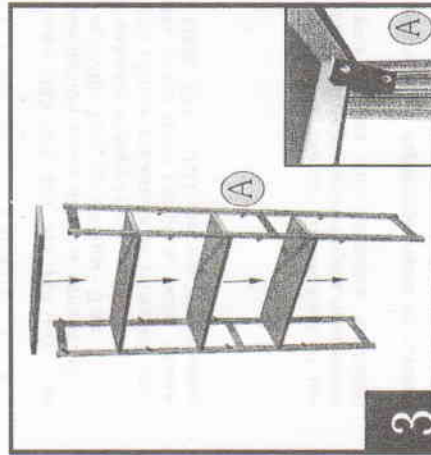

Рис.3 Установка полок
3. Установите спаренные стойки на расстоянии 700мм, 1000мм (в зависимости от типоразмера полок) кронштейнами друг к другу, опустите одну сторону полки на кронштейны до упора, а затем с усилием нажмите на противоположный край полки до полного защелкивания (рис.3)